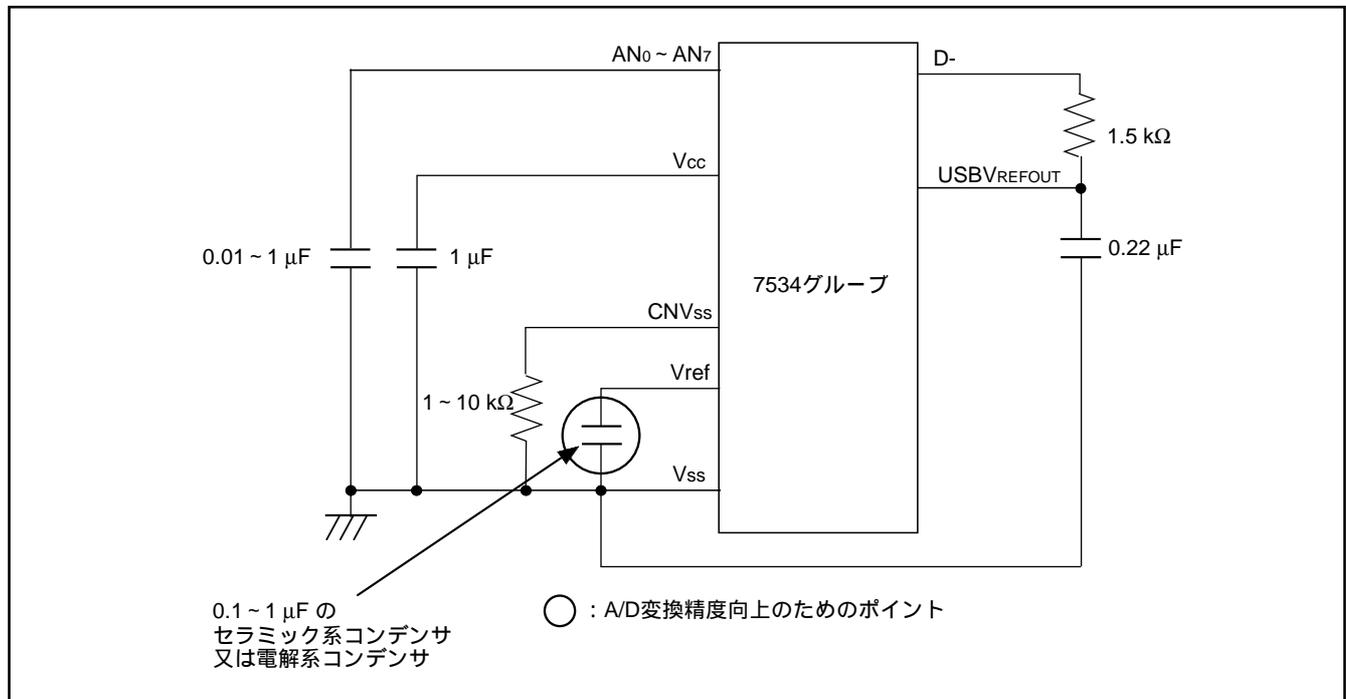

図3.3.5 A/D変換精度向上のためのポイント
- (a) USB HOST側からバスパワー^(*)を得るシステムで、USB通信中にA/D変換の精度が安定しない場合があります。そこで、より安定したA/D変換精度を得るためのポイントとして、Vref Vss端子間に図3.3.5のように部品を取り付けることで、より安定した精度が期待できます。